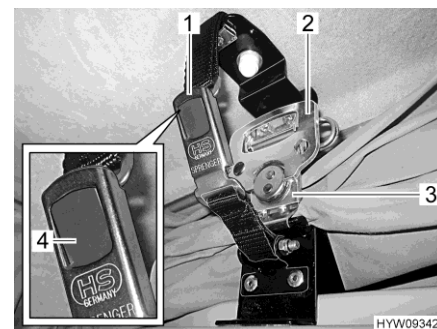

Fig. 56 Bloccaggio (tetto a soffietto)
- Aprire la serratura a scatto (Fig. 56,1) sui due lati. A tale scopo, premere il bottone a pressione grigio (Fig. 56,4).
- Aprire la maniglia (Fig. 56,2) della serratura rapida (Fig. 56,3) e ruotarla per metà giro in senso antiorario. In questo modo il bloccaggio viene sbloccato.